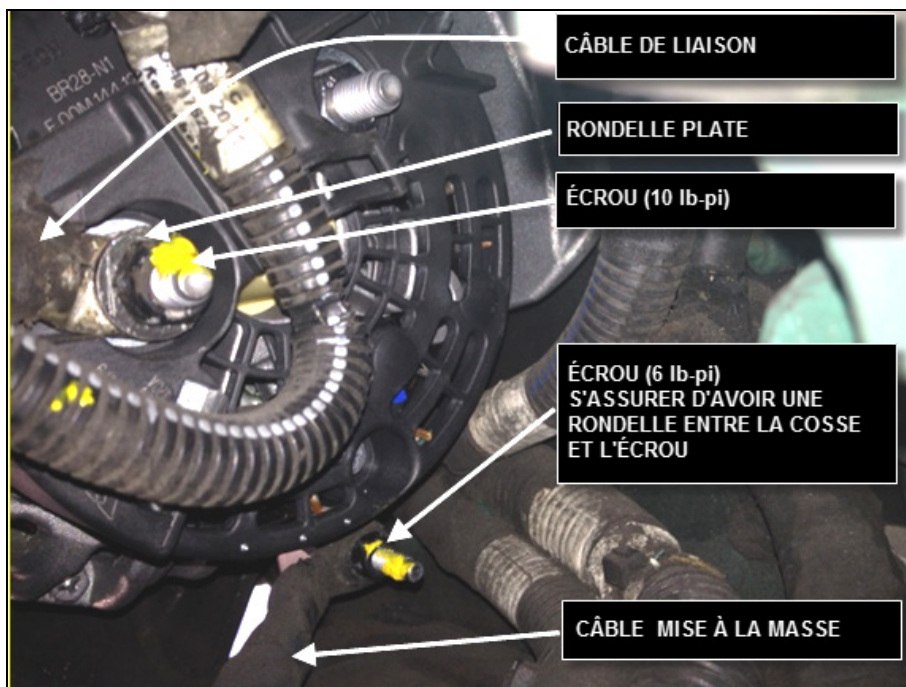

FIGURE 30
- a) Relier le câble de liaison (positive câble) à la borne **B1+** de l'alternateur du bas (FIGURE 30).
- b) Placer une rondelle plate #5001341 contre le terminal du câble et vissez un écrou #5001983 (écrou serrage: 10 lb-pi) (FIGURE 30).
- c) Brancher le câble de mise à la masse sur la borne de mise à la masse (ground) de l'alternateur, ajouter une nouvelle rondelle plate #502573 et visser un écrou #5001182 (écrou serrage: 6 lb-pi) (FIGURE 30).